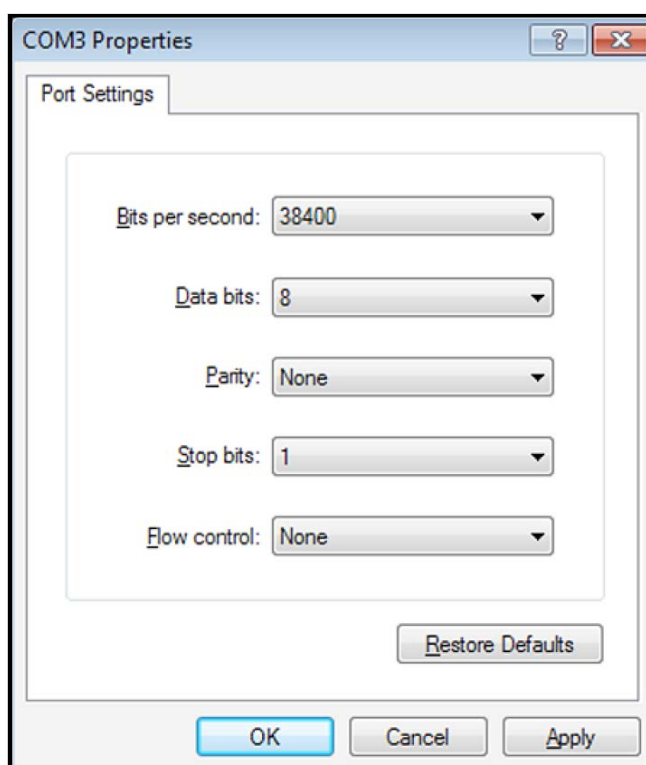

Рис. 9: Окно COM Properties (свойства COM-порта)
2. Запустите программу **HyperTerminal** и установите параметры связи в соответствии с установками для COM-порта расходомера PT878 (см. рис. 9 ниже).